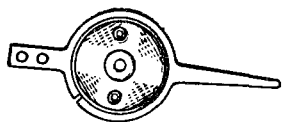

Рис. 62. Регулятор (градусник)
*Волосок 1 баланса*, свернутый спиралью, служит для колебания баланса и регулировки хода часов. Точность регулировки достигается посредством градусника (регулятора, рис. 62), укрепленного на мосту баланса накладной и вращающегося вокруг нее. Волосок стремится вернуться в первоначальное положение и сообщает балансу обратное движение. Так возникает цикл колебательных движений баланса и волоска.